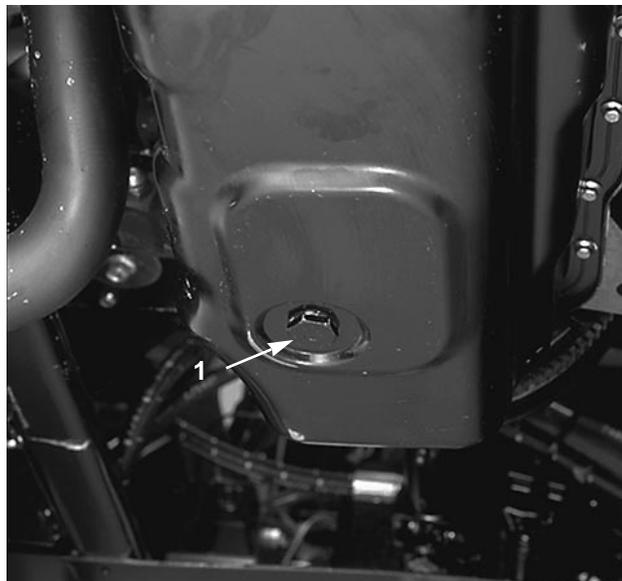

Fig. 21
OLIO MOTORE E FILTRO (Fig. 21 e 22)
1. Togliere il tappo di spurgo (Fig. 21) e lasciare spurgare l'olio nella bacinella. Quando l'olio cessa di fluire, montare il tappo di spurgo e la nuova tenuta n.cat. 74-7850.